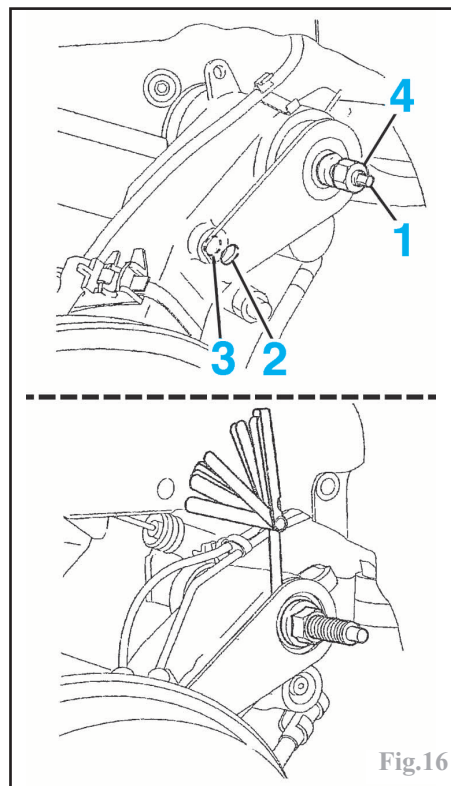

Fig.16
Visser une tige filetée (1) dans le taraudage de la barre (Fig.16).